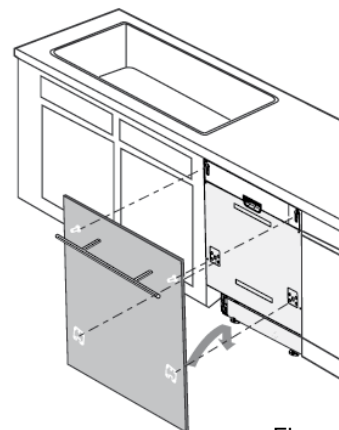

Figure 16
- 2) Placez le crochet sur la fente de la porte extérieure, pour le positionnement, consultez la Figure 16.